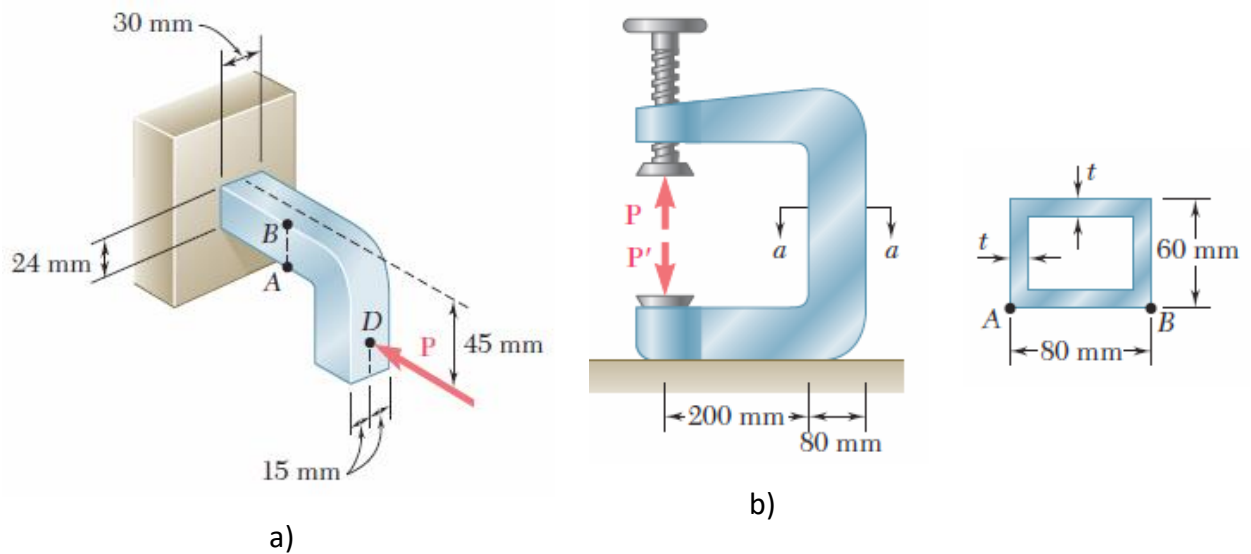

Figura 4.11
4.3.2 Determine a tensão normal no ponto A e B das 4 alíneas da Figura 4.11. $P = 20\text{kN}$ e $t = 10\text{mm}$.